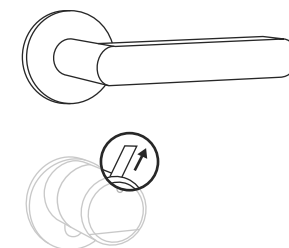

Fig. 11
- ⑧ Se ainda não estiver pronto, remova a tira de proteção da pilha do compartimento da pilha no manípulo interno (Fig. 11).